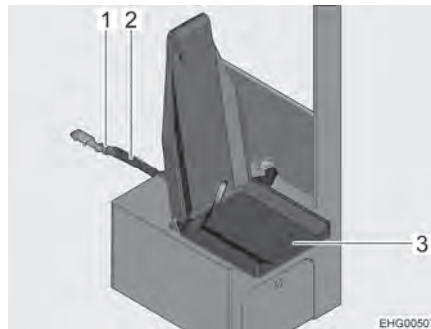

Bild 21 Steckstuhl sichern
- Sicherungsgurt (Bild 21,2) in das Gurtschloss (Bild 21,1) stecken.
- Sitzfläche (Bild 21,3) herunterklappen.